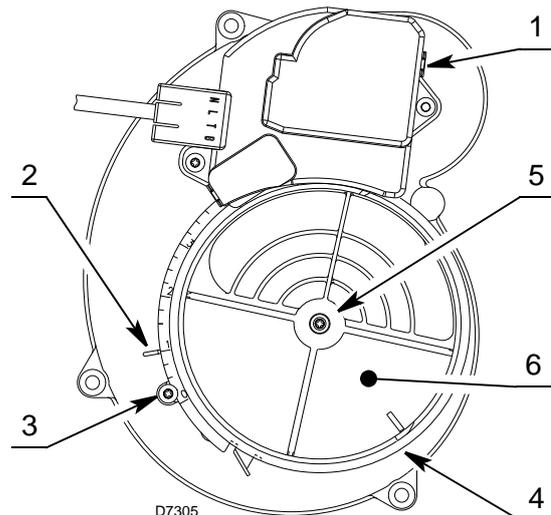

Abb. 14
Der Stellantrieb 1)(Abb. 14) betätigt die Luftklappe 6); der Brenner startet erst, wenn die Klappe (6) vollständig geöffnet ist.